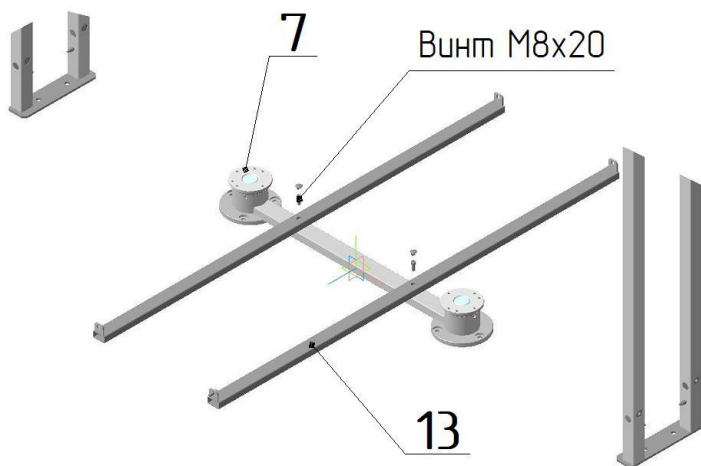

Рис. 4
- установите нижние стяжки **13** и закрепите винтами М8 к плоскости ребра опоры центральных стоек **7** (рис.4);